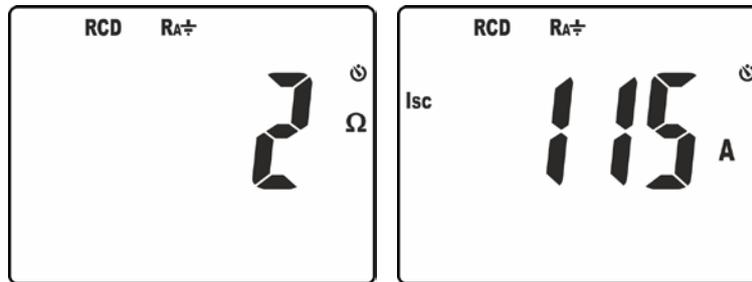

Fig. 22: Resultados da medição da resistência global de terra
9. No ecrã da Fig. 22 – parte esquerda é apresentado o valor da resistência global de terra. Premir os botões / ou  para visualizar o valor da corrente de curto-circuito provável **Isc** (consultar o § 9.3)